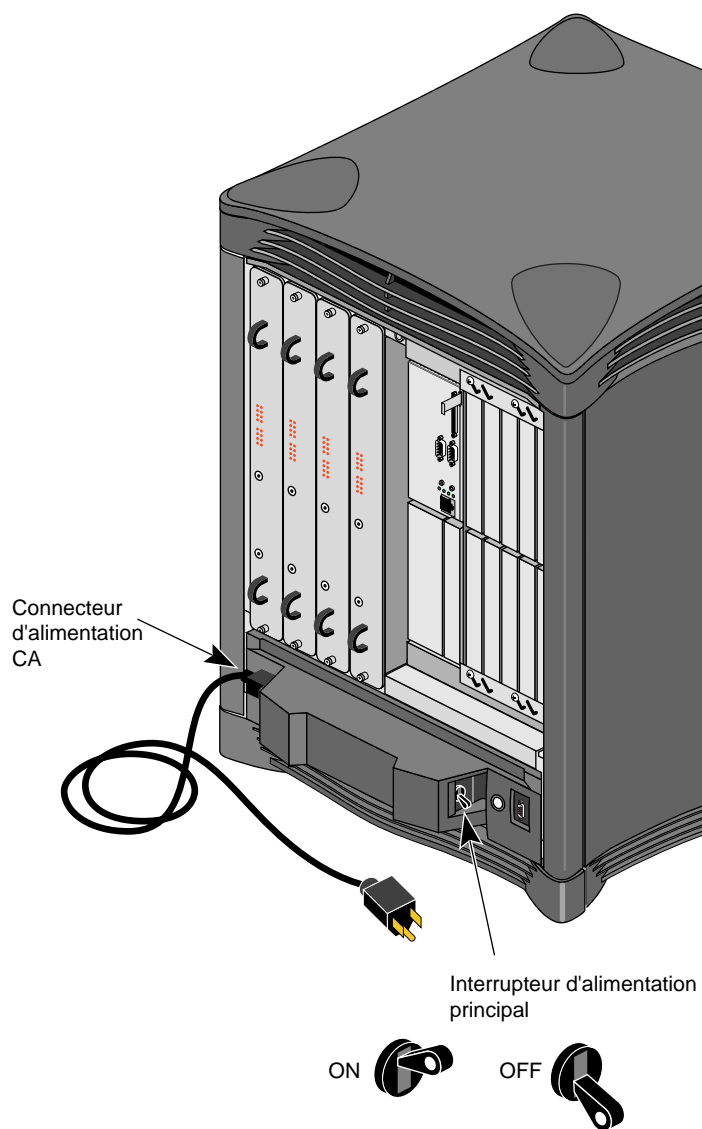

Figure 3-6 Câble et interrupteur d'alimentation du serveur
3. Placez l'interrupteur d'alimentation du serveur sur la position Off pour couper l'alimentation du panneau de connexion du système et du boîtier d'alimentation (voir Figure 3-6).